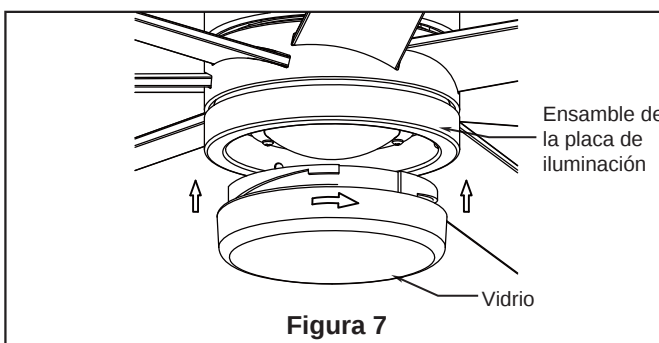

Figura 7
- ☐ 7. Asegure el vidrio en la la ernsamble de la placa de iluminación girándolo en el sentido de las agujas del reloj y sin apretar demasiado. (Figura 7)